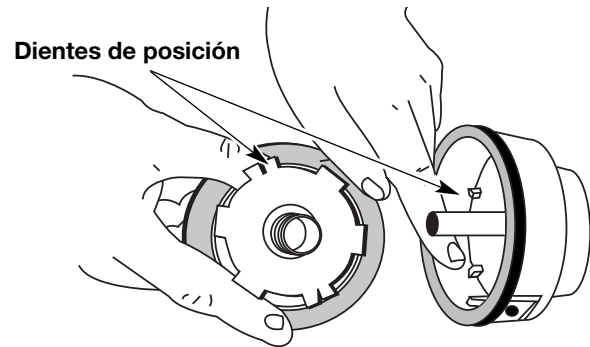

Fig. 13
5. Verifique el desgaste de los dientes de posición del carrete interior y bobina exterior (Fig. 13). Si es necesario, saque la rebaba o cambie el carrete y la bobina.